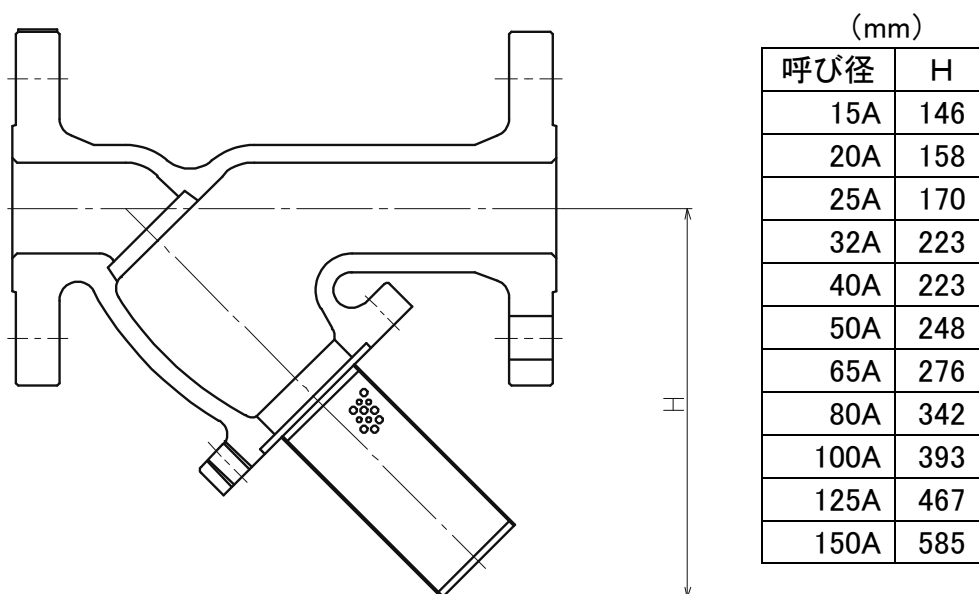

図4
- (3) 製品の取付けに際しては、保守・点検(スクリーンの掃除)のためのスペースが必要ですので、図4に示すスペースを確保して下さい。